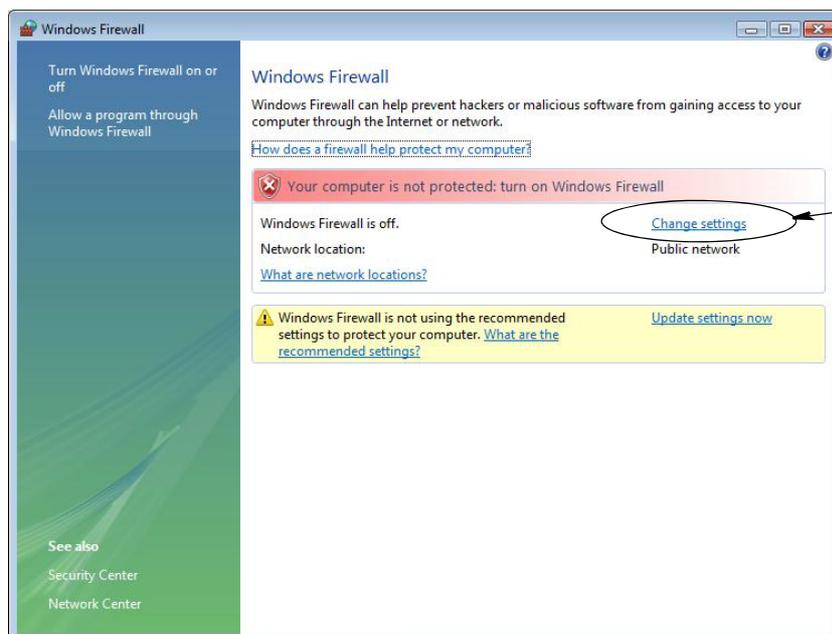

ABB. 27
2. Wählen Sie „Einstellungen ändern“ (ABB. 27).